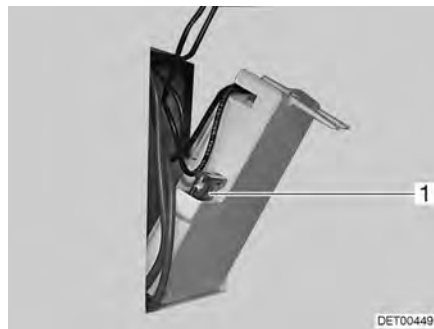

Fig. 106 Fusible del inodoro Thetford
- Cambiar el fusible (Fig. 106,1).